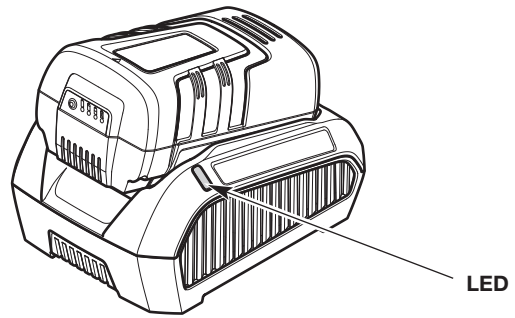

Fig. 3
1. Enchufe el cargador de baterías en un tomacorriente eléctrico adecuado. El LED debería ponerse rojo (constante) (Fig. 3). Si no lo hace: